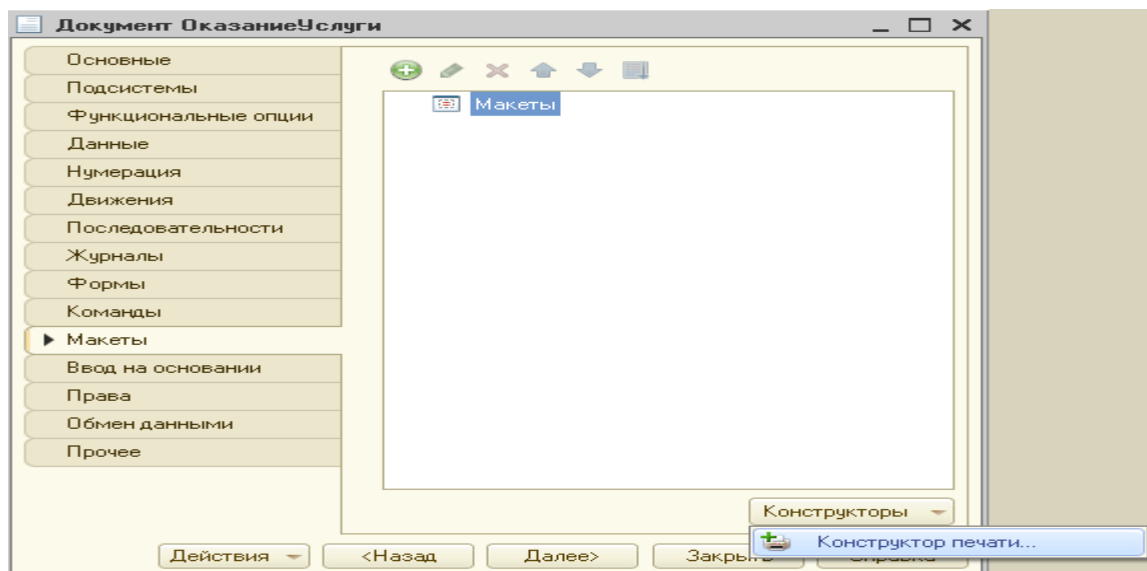

Рисунок 2.17 Конструктор печати
1. Открыть в конфигураторе документ **ОказаниеУслуги**. Перейти на вкладку **Макеты**. Запустить конструктор печати (рис.2.17). В окне конструктора печати отображается имя команды **Печать** для формирования печатной формы документа. Нажать **Далее**.